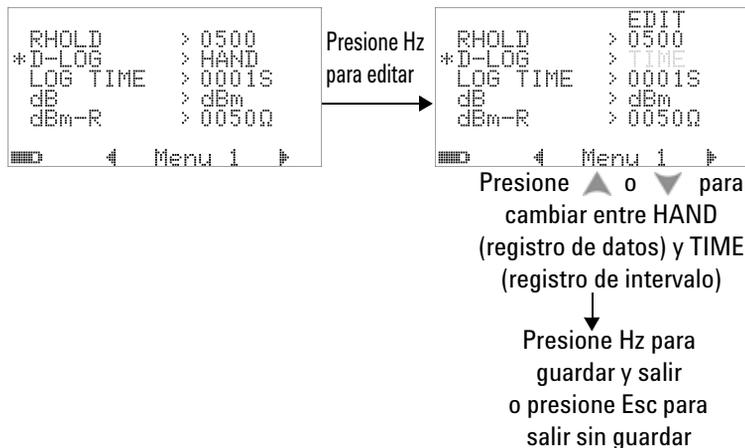

Figura 4-3 Configuración de registro de datos
- 1 Configure en "HAND" para activar el registro de datos manual (a mano), o en "TIME" para activar el registro de datos de intervalo (tiempo). Consulte la Figura 4-3 a continuación.